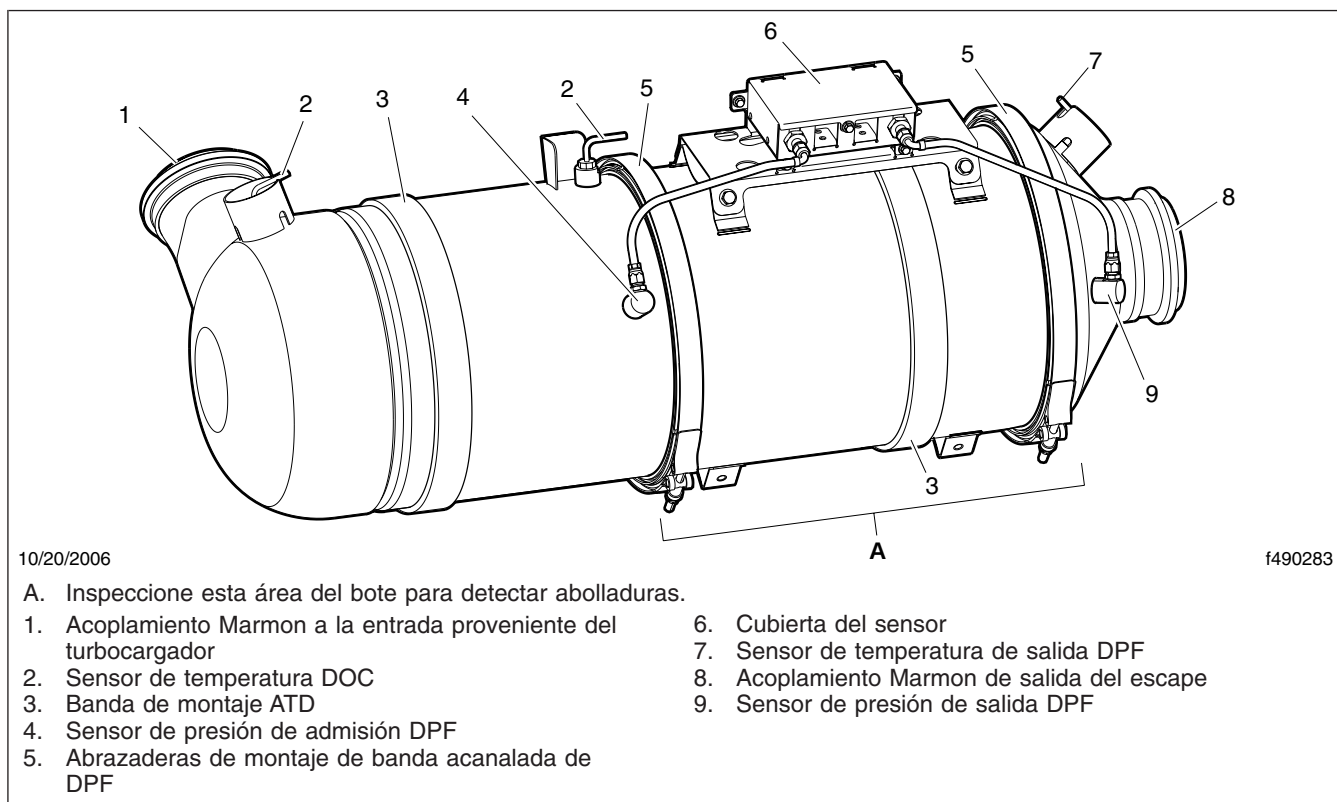

Figura 4, Dispositivo de postratamiento típico
IMPORTANTE: El aparato de postratamiento (ATD), que es parte del sistema postratamiento (ATS), requiere atención especial durante las inspecciones de mantenimiento programado regular: vea la **Figura 4**. No se permiten fugas en ninguna parte del sistema. Si se detectan
7. Revise que no haya abolladuras ni otros daños en la superficie exterior del DPF. Vea el ítem A de la Figura 4. Una abolladura de más de 3 pulgadas (76 mm) de diámetro y 1/4 de pulgada (6 mm) de profundidad podría causar daños internos al DPF, ocasionado que éste falle.